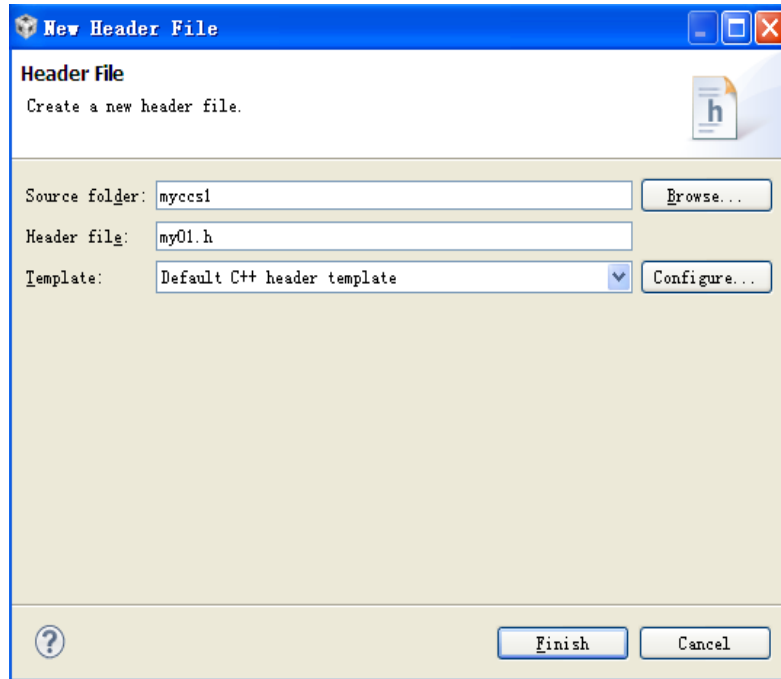

图 1.13 新建.h 文件对话框
(7) 新建.h 文件：在工程名上右键点击，选择 New-->Header File 得到图 1.13 对话框。